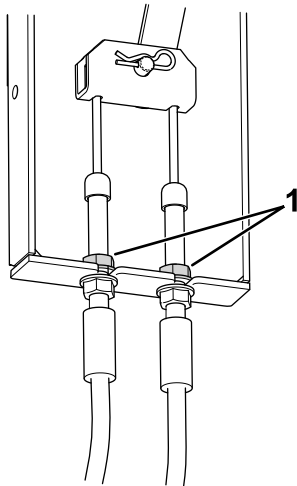

Figure 72
- Localisez le support du câble de frein (Figure 72) sous le côté gauche de la machine, près de la roue gauche.